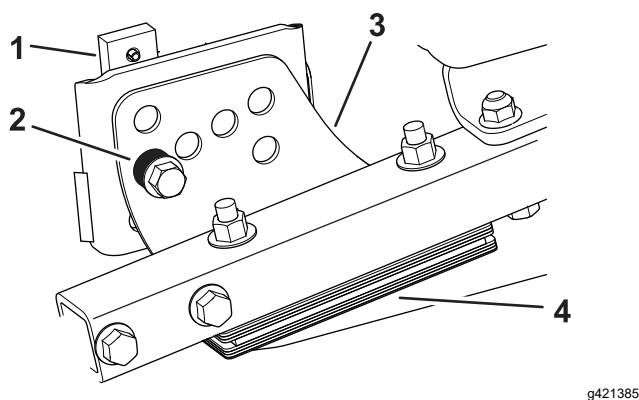

Figure 75
1. Retirez le support de hauteur de coupe (avant, gauche ou droit) du cadre du plateau de coupe (Figure 75).
2. Placez des cales de 1,5 mm et/ou une cale de 0,7 mm entre le cadre et le support du plateau pour obtenir la hauteur de coupe voulue (Figure 75).